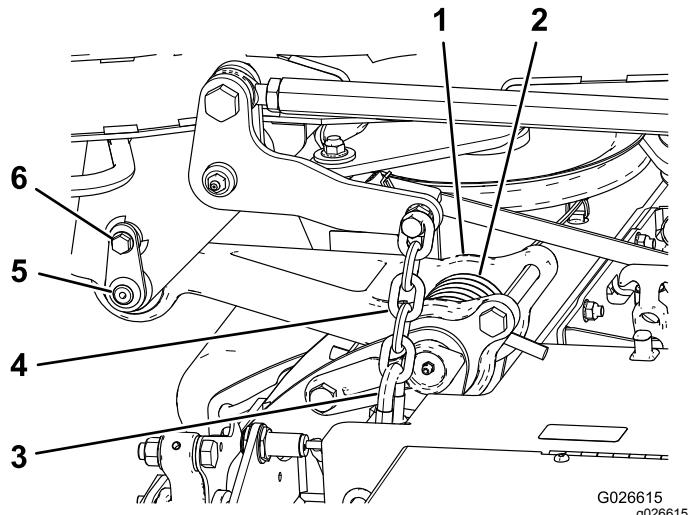

Bild 19
Hinweis: Stellen Sie einen Holzblock oder eine ähnliche Beilagscheibe unter jeden Lenker, um ihn in der angehobenen Stellung zu arretieren (Bild 19).
2. Flüchten Sie den Zuglenker am Trägerrahmen aus und befestigen Sie den Lenker mit dem Befestigungsstift (Bild 19).
3. Befestigen Sie den Befestigungsstift mit der Schulterschraube am Rahmen (Bild 19).